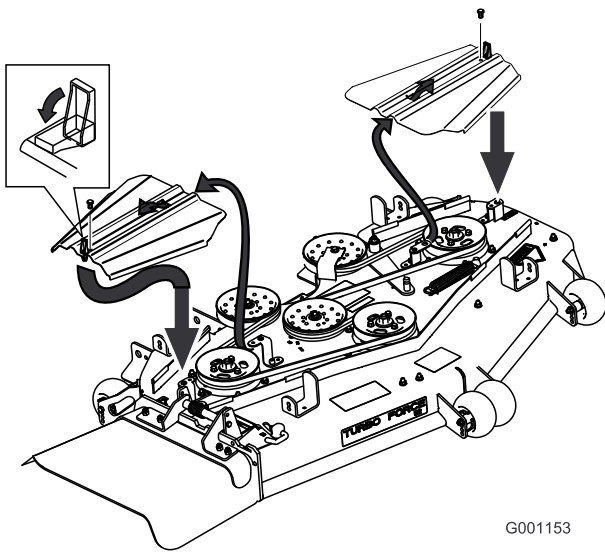

Figura 58
3. Retire los pernos que fijan las cubiertas de las correas y retire las cubiertas de las correas (Figura 58).
9. Instale las cubiertas de las correas deslizando la cubierta sobre la pestaña, instale los pernos y cierre los enganches (Figura 58).